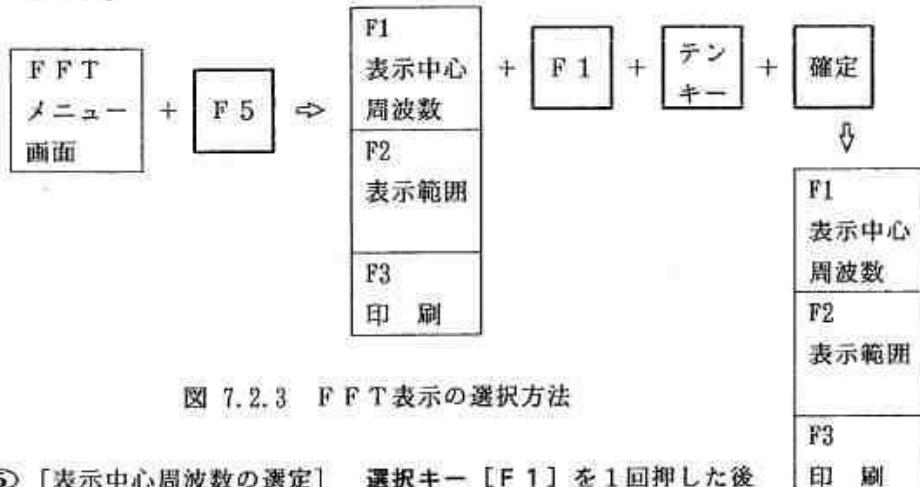

図 7.2.3 FFT表示の選択方法
- ③ [窓関数の選択] [自動] モードを選択すると、窓関数は自動的に [矩形] に設定されます。選択キー [F3] を押してもメニューエリアには選択メニューが表示されません。
- ④ [表示様式の選択] 選択キー [F5] を1回押します。図 7.2.3 のメニューが表示されます。